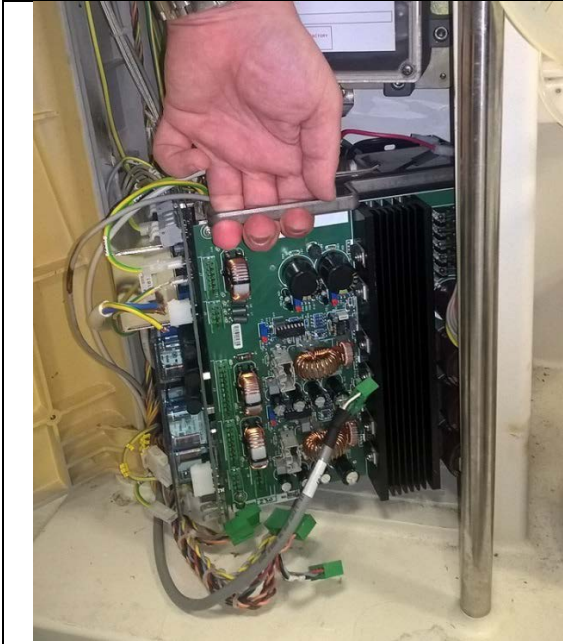

Fig. 7
- Saisissez le bloc d'alimentation à l'aide de sa poignée métallique (**Fig. 7**) ;